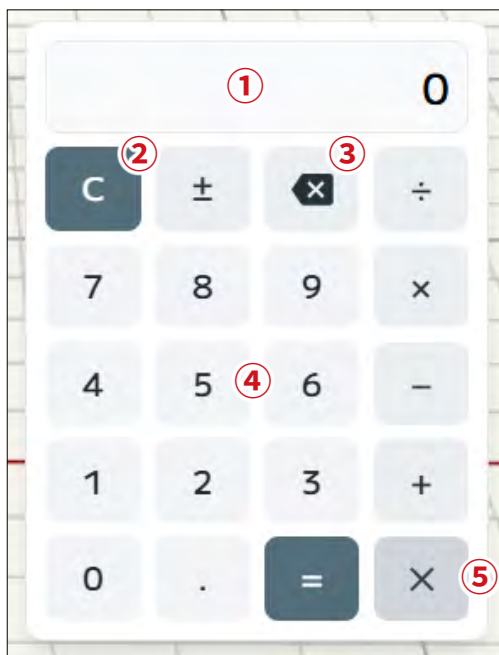

図 9-1 数値入力パネル
| ④ 「数値入力パネル」ボタン | タップ（クリック）すると数値入力パネル（図 9-1）を表示します。 |
| ④ 「数値入力パネル」 ボタン | タップ（クリック）すると数値入力パネル（図 9-1）を表示します。 |